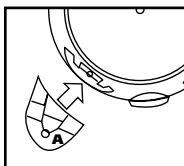

FIGURA 8
7. Con el drenaje del depósito mirando hacia usted, tome la base de la rueda marcada con la letra **A** y colóquela en la ranura en el lado izquierdo del depósito, también marcado con la letra **A.** **FIGURA 8.**